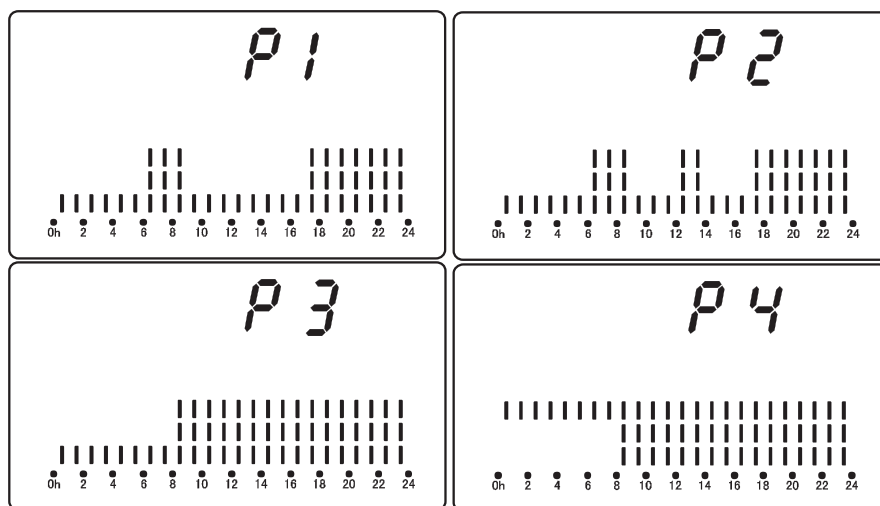

Fig.12
2. Appuyez brièvement sur la touche **Mode** pour sélectionner l'un des 4 programmes pré enregistrés P1, P2, P3, P4. (Fig. 12)